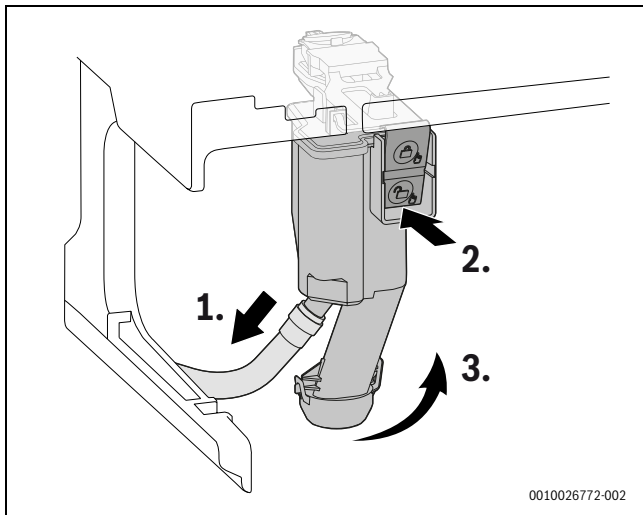

Рис. 133 Демонтаж конденсатного сифона
- ▶ Извлеките сифон для отвода конденсата из котла (→ рис. 133, стр. 67).